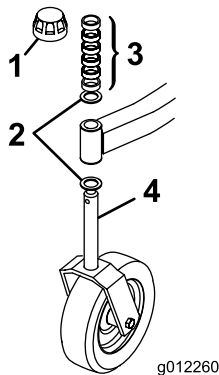
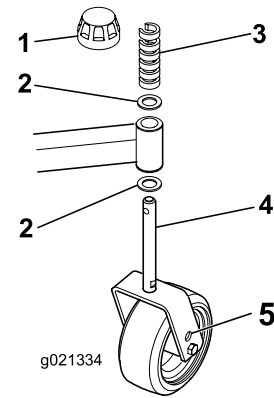

Figura 2
Figura 3
1. Retire los casquillos tensores de los ejes y retire los espaciadores y las arandelas de empuje (Figura 2 y Figura 3).
5. Instale otra arandela de empuje y los espaciadores restantes en el eje e instale el casquillo tensor para fijar el conjunto (Figura 2 y Figura 3).